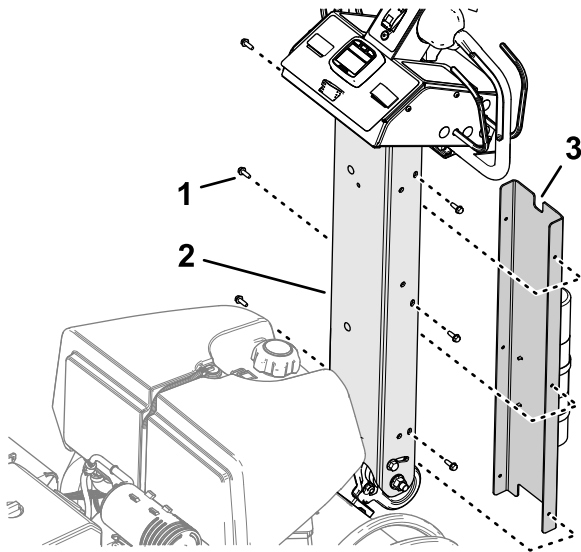

Bild 12
- 1. Richten Sie die kleine Kerbe in der Lenkerabdeckung mit der Kerbe nach oben aus (Bild 12).